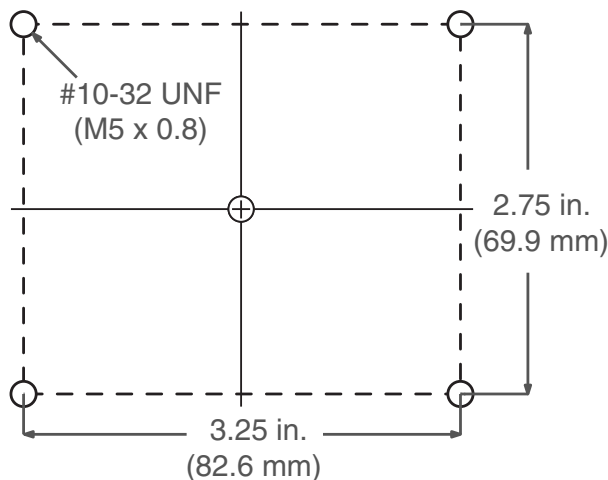

Fig. 37: Fori di montaggio CGM
4. Praticare i fori di montaggio utilizzando le dimensioni del foro di montaggio mostrate in FIG. 37.